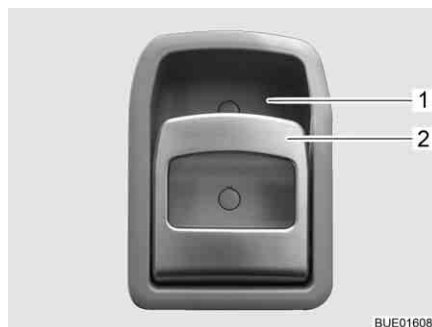

Fig. 64 Serratura della porta di ingresso, lato interno
- Tirare la maniglia (Fig. 64,2). La serratura della porta si sblocca o apre.
- Premere la maniglia (Fig. 64,2) in alto verso l'impugnatura (Fig. 64,1). La serratura della porta si blocca.